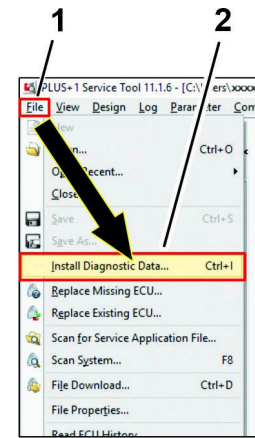

Figura 53
1. Haga clic en el icono File (Archivo), y en la lista desplegable, haga clic en el icono Install Diagnostic Data. . . (Instalar datos diagnósticos) (Figura 53).